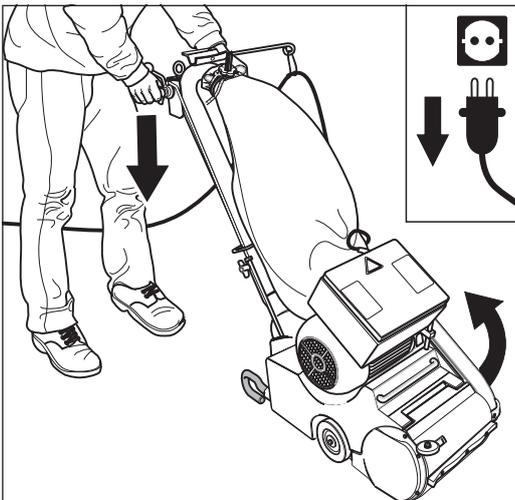
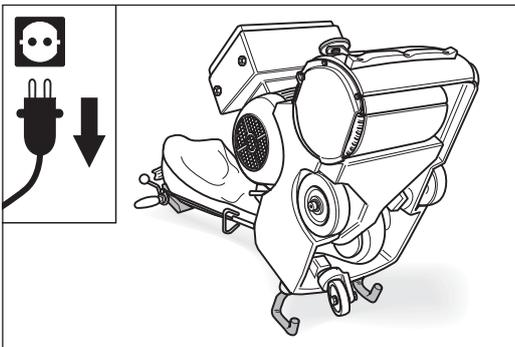

Abb. 40 Den Netzstecker aus der Steckdose ziehen und die Maschine über die Sturzbügel nach hinten kippen.
Abb. 41 Die Maschine vorsichtig auf dem Boden ablegen. **Auf einen sicheren Stand der Maschine achten!**
- 3 Kippen Sie die Maschine über die Sturzbügel nach hinten, so dass die Radlagerung zu sehen ist (Abb. 40). Legen Sie die Maschine vorsichtig auf dem Boden ab (Abb. 41). **Achten Sie auf einen sicheren Stand der Maschine!**
- 3 Kippen Sie die Maschine über die Sturzbügel nach hinten (Abb. 40 und 41). **Achten Sie auf einen sicheren Stand der Maschine!**